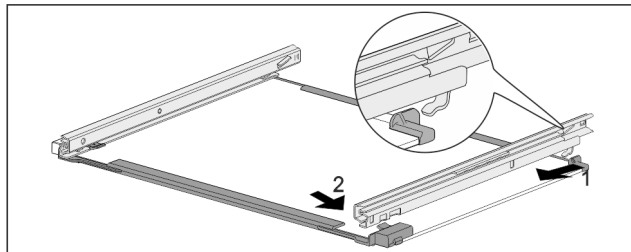

Fig. 108 Steklена plošča z vodili
- Vodilo obesite na kavelj na zadnji strani. Fig. 108 (1)
- Vodilo zaskočite na sprednji strani. Fig. 108 (2)